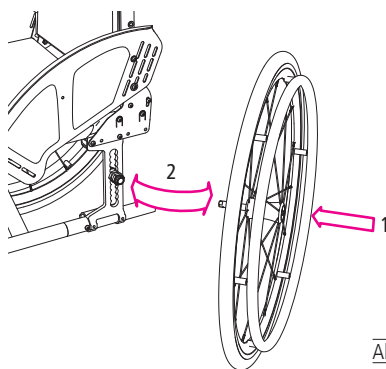

Abb.26
1. Durch Druck auf den Knopf im Zentrum der Radnabe löst sich die Verriegelung des Hinterrades (1, Abb. 26).
2. Sie können das Hinterrad nun einfach nach außen abziehen (2, Abb. 26).
- Zum Anbringen schieben Sie die Steckachse mit gedrücktem Knopf in die Radaufnahme (2, Abb. 26).